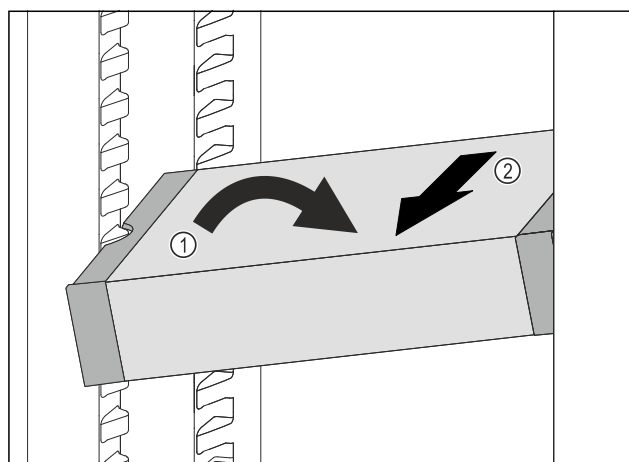

Fig. 99
- ▶ Stil VarioSafe på skrå ind i kølesektionen. Fig. 99 (1)
- ▶ Tag VarioSafe ud fremefter. Fig. 99 (2)